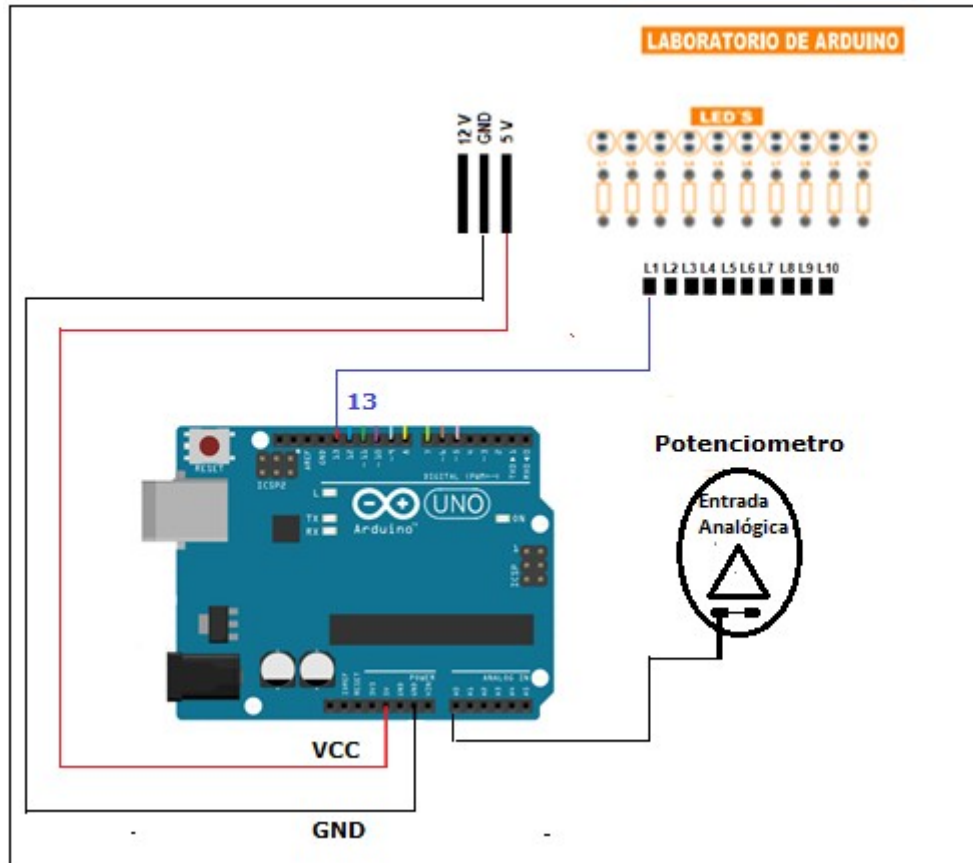

Figura 4. Conexión a la tarjeta Arduino
1.5 Conecte el voltaje de Arduino $V_{cc}=5V$ a la barra de voltajes $V_{cc}=5V$ al igual que su conexión de tierra GND a GND, figura 4.